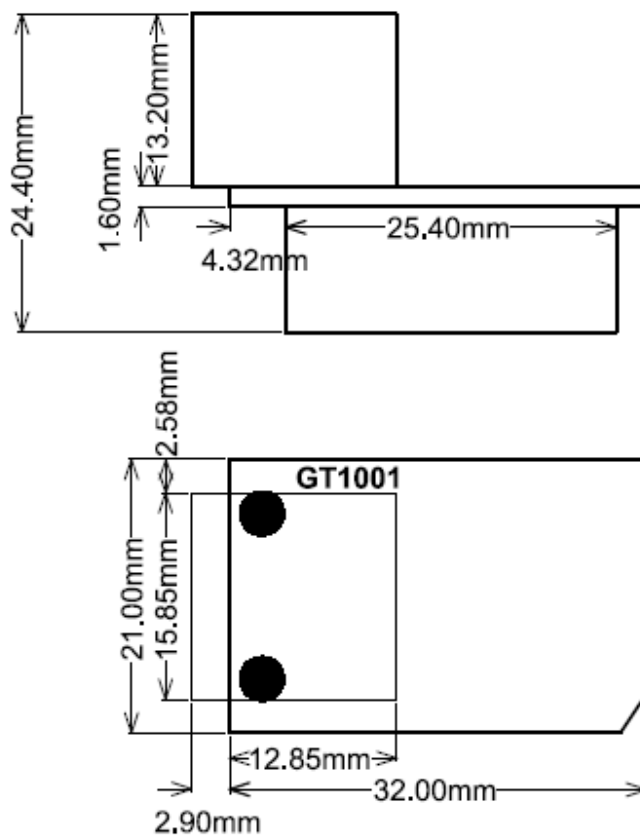

图4 GT1001 机械尺寸图
- 1) 将图 4 中 J1 和 J2 分别选择在<3,4>跳线处；
- 1) 将图 4 中 J1 和 J2 分别选择在<5,6>跳线处;
- (4) 按键控制参考电路